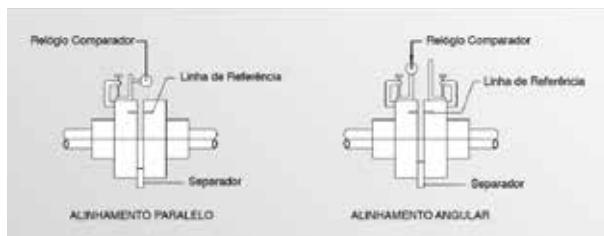

Figura 9 - Alinhamento do acoplamento usando relógio comparador.
Um relógio comparador (Figura 9) também pode ser usado para verificar o alinhamento. Proceda da seguinte maneira:
1. Marque uma linha de referência nas buchas de acoplamento conforme Figura 9.